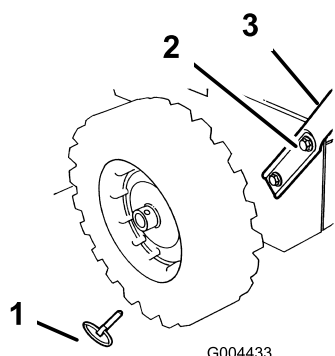

Figure 3
2. Retirez les goupilles d'essieu des deux roues et faites glisser ces dernières d'environ 3 cm (1") vers l'extérieur (Figure 3).
5. Placez les trous du côté gauche du guidon en face de ceux du panneau latéral gauche, et fixez le guidon à l'aide de 2 vis d'assemblage et rondelles Belleville serrées à la main (Figure 3).